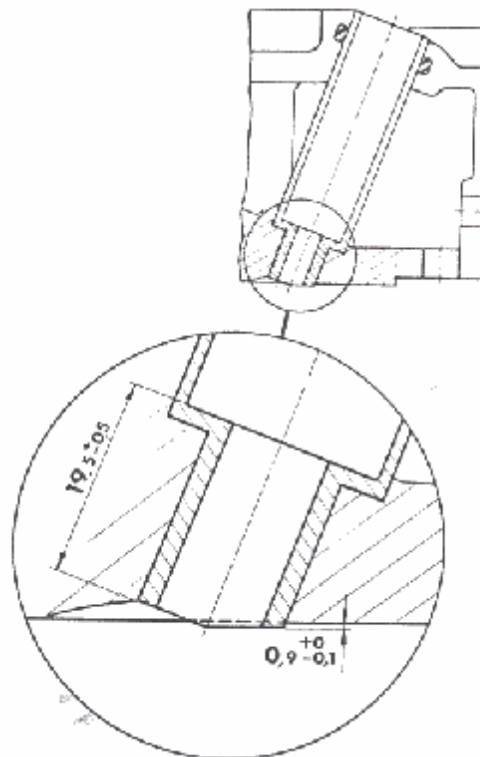

Abb. 9 Zuschneiden der Kupferhülse
- Die Hülse wie auf Abb. 9 gezeigt zuschneiden.